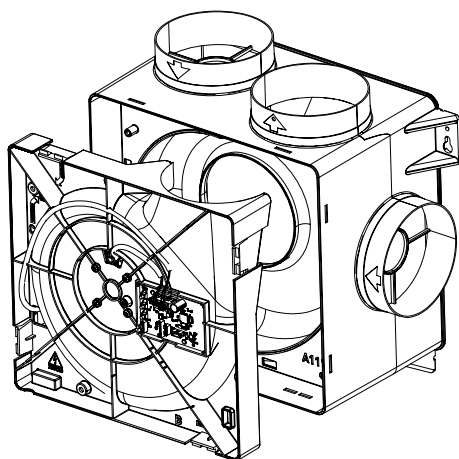

Figure 13 : retirer la plaque support moteur
3. Fixez le Capteur intégré CO₂ de l'extérieur dans la bouche de connexion souhaitée en l'encliquetant sur la nervure la plus proche de la plaque support moteur (Figure 13 : Encliquetage du Capteur intégré CO₂ dans la bouche de connexion). Pour cela, effectuez un mouvement de basculement en clipsant d'abord la pince inférieure puis la pince supérieure.